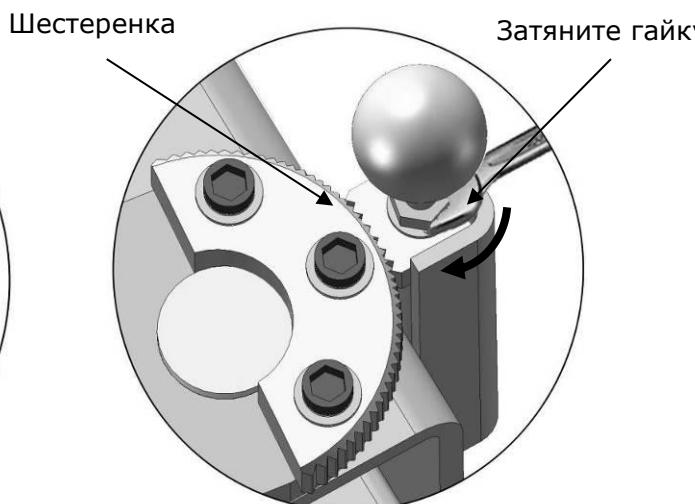

Рис. 25
4. Отрегулируйте шестеренку так, чтобы зубья плотно соприкасались с фиксатором, затем затяните гайку (**См рис. 25**).